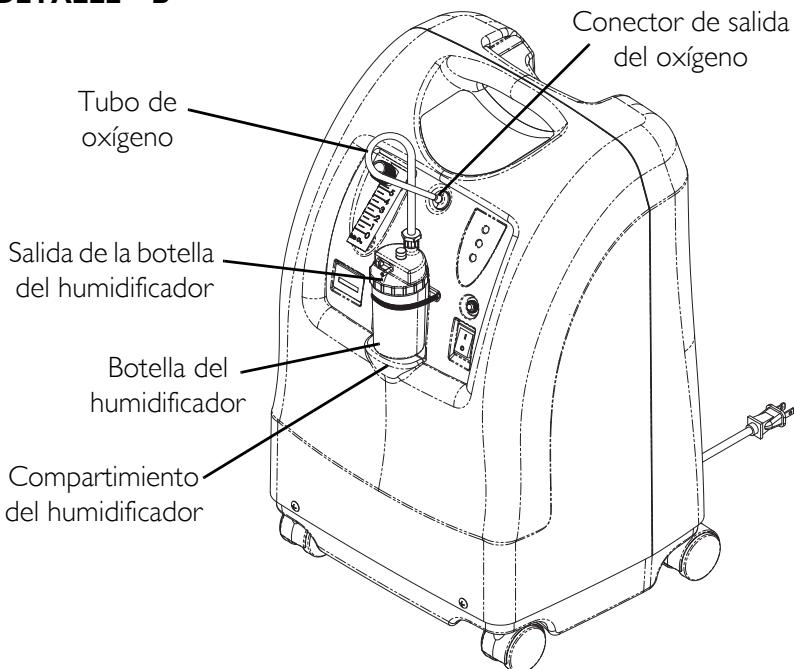

FIGURA 5.3 Compartimiento del humidificador
NOTA: Para este procedimiento, consulte las FIGURA 5.1 y FIGURA 5.2 en la página 17, y la FIGURA 5.3 en la página 19.
6. Conecte el adaptador a la botella del humidificador girando la tuerca de mariposa de la botella en sentido contrario a las agujas del reloj hasta que quede apretada firmemente. Vea el Detalle “A” en la FIGURA 5.3.
7. Coloque el conjunto de botella del humidificador/adaptador en el compartimiento del humidificador que se encuentra sobre el concentrador. Vea el Detalle “B” en la FIGURA 5.3.
8. Conecte el tubo de oxígeno desde el conjunto de botella del humidificador/adaptador al conector de salida de oxígeno que se encuentra sobre el concentrador. Vea el Detalle “B” en la FIGURA 5.3.
9. Conecte la cánula/tubo de suministro para el paciente a la salida de la botella del humidificador. Vea el Detalle “B” en la FIGURA 5.3.